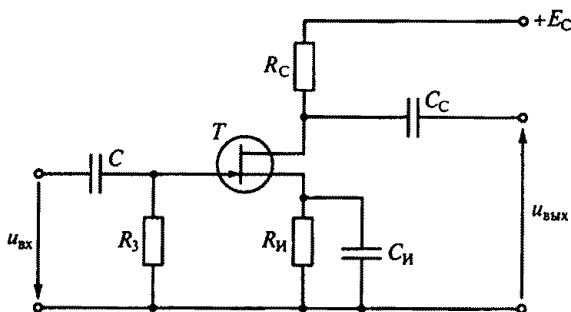

Рис. 206
8.23. На рис. 206 приведена схема усилительного каскада на полевом транзисторе с общим истоком. Какое соотношение между выходным $R_{\text{вых}}$ и входным $R_{\text{вх}}$ сопротивлениями справедливо для этого каскада?
8.25. В схеме усилительного каскада на рис. 206 использована температурная стабилизация с помощью цепочки $R_{\text{и}}$, $C_{\text{и}}$. Каким должно быть емкостное сопротивление $x_{C_{\text{и}}}$ конденсатора с емкостью $C_{\text{и}}$, чтобы не изменился коэффициент усиления каскада по напряжению?